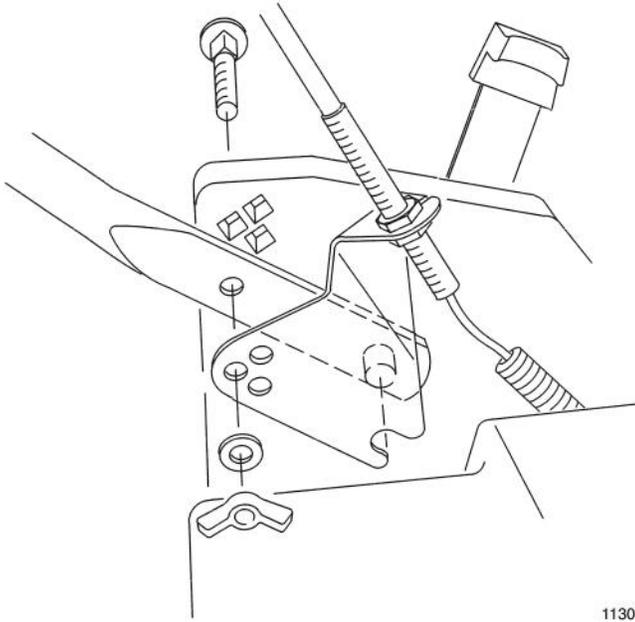

Figure 50
1. Retirer toutes les pièces de visserie des supports du guidon (Fig. 50).